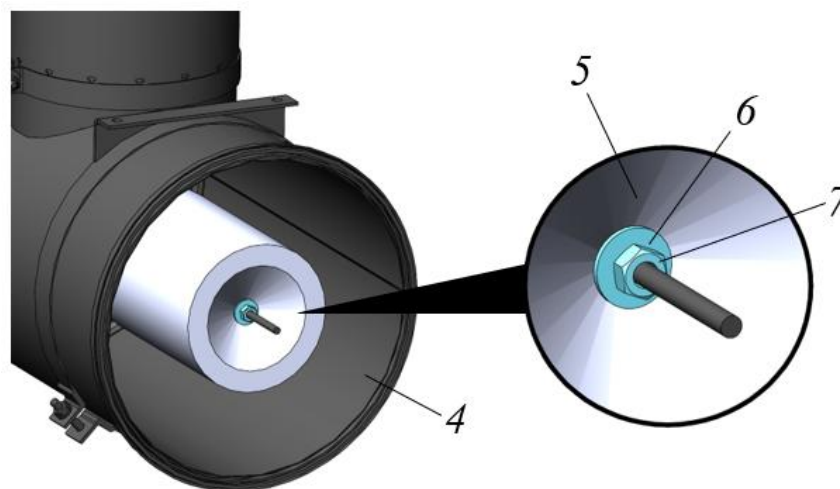

Рисунок 5.26. Процедура извлечения из корпуса дополнительного фильтра
- Не удаляя из корпуса дополнительный фильтр 5, очистить от загрязнений внутренние поверхности корпуса фильтра 4, рис. 5.26.
- Ключом  на 17, открутить гайку крепления фильтра 7, снять шайбу 6 и извлечь из корпуса дополнительный фильтрующий элемент 5, рис. 5.26.
- Установить дополнительный фильтрующий элемент 5 в корпус фильтра 4, зафиксировать фильтр в корпусе используя шайбу с гайкой, рис. 5.26.